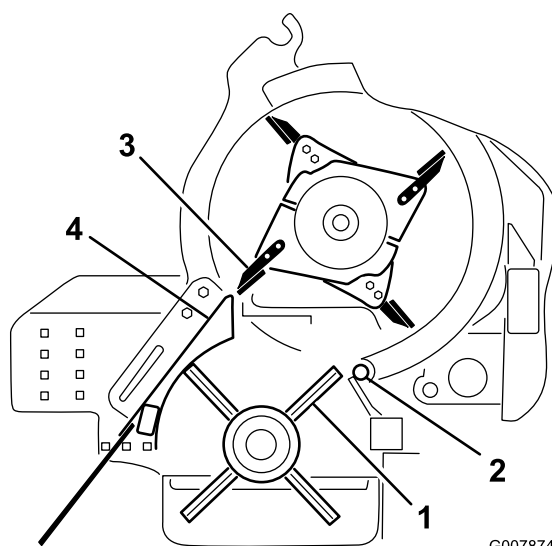

Figura 61
4. Ruotate la puleggia finché una fila della spazzola non si allinea all'angolo rotante (Figura 61).
5. Ruotate la trinciatrice finché una punta della lama non si allinea con la parte esterna dell'alloggiamento della spazzola (Figura 61).